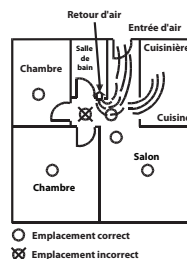

Figure 6 :
- Quand les courants d'air traversent la cuisine, la manière dont un détecteur de fumée peu détecter les particules en combustion sur les voies normales des courants d'air est illustrée de manière graphique à la figure 6, qui indique les manières correcte et incorrecte d'installer un détecteur de fumée par rapport à ce problème.